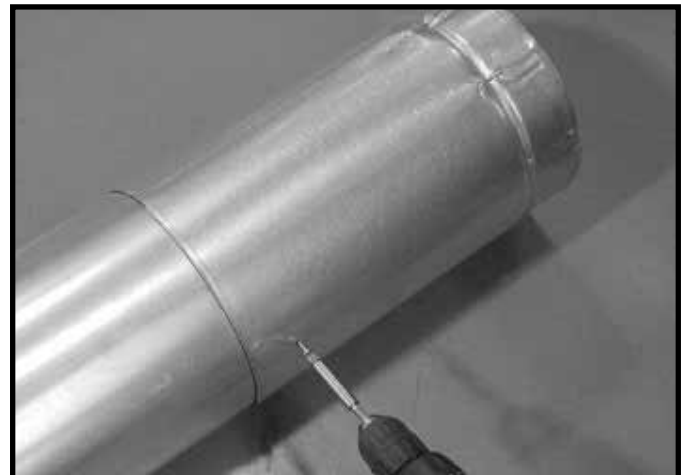

Figure 7.7 Vis sur la section coulissante
- Fixez les tuyaux et sections coulissantes avec deux vis d'au plus 13 mm (0,5 po) en utilisant les trous de guidage de la section coulissante. Voir la figure 7.7.